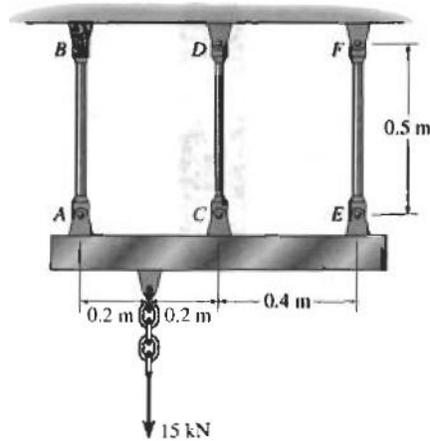

Figura 5: Figura Problema 3
3. Las tres barras de acero A-36 mostradas en la figura 5 están conectadas por pasadores a una viga. Si la carga aplicada sobre la viga es de 15 [kN], determine la fuerza desarrollada en cada barra. Las barras AB y EF tienen cada una una sección transversal de 25 [mm2] y la barra CD una sección transversal de 15 [mm2]